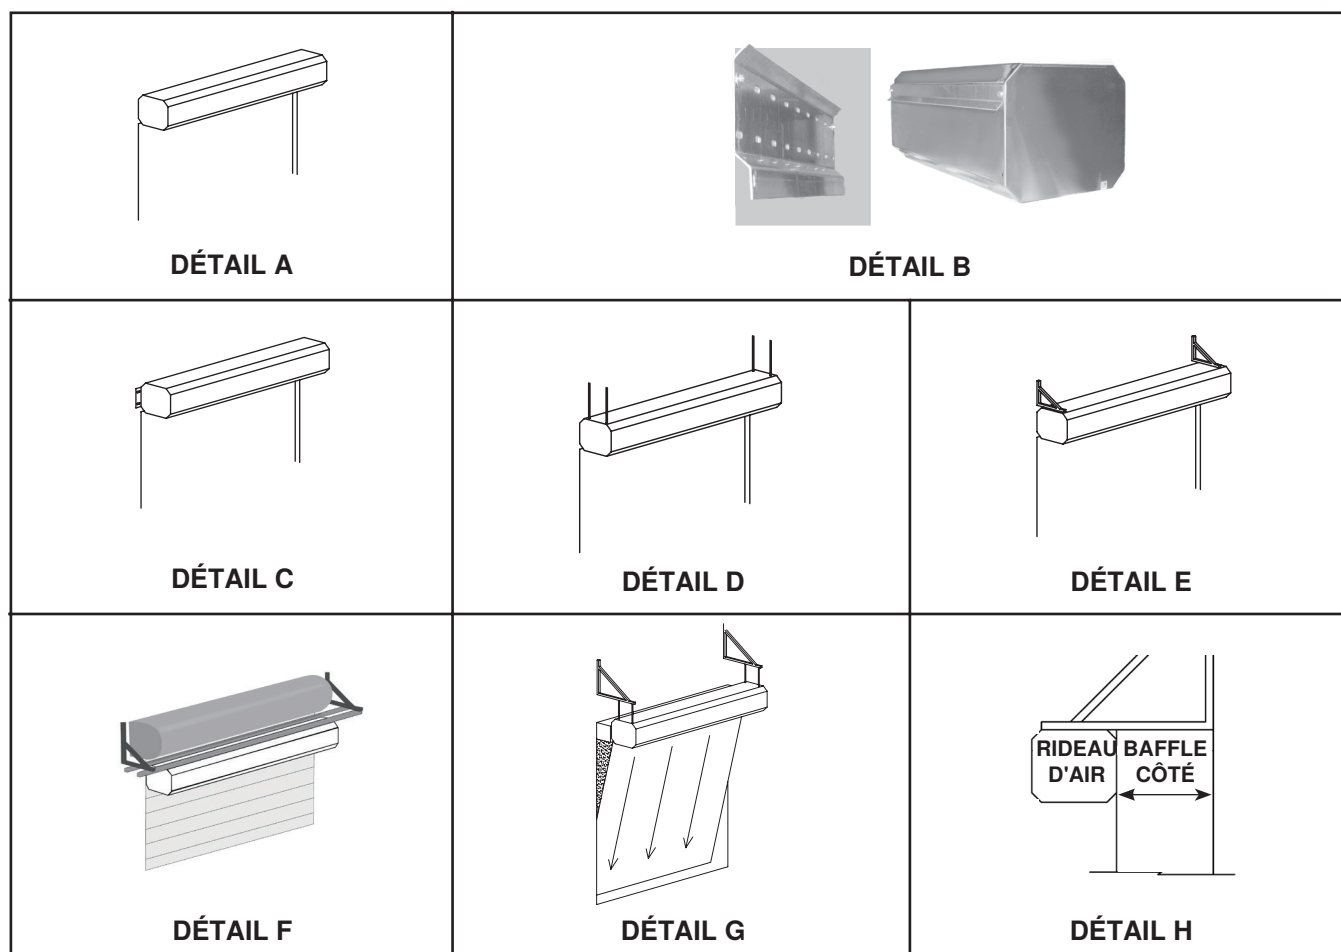

Figure 3. Configurations de montage de l'unité
Montez l'unité (voir **Figure 3**) comme suit :
- a. Pour monter l'unité au mur (voir **Figure 3**, DÉTAIL A) :
- (1) Installez quatre boulons ou tire-fonds de 3/8 de pouce à l'arrière de l'armoire pour fixer le rideau d'air au mur. Utilisez une longue rallonge à cliquet pour éviter d'avoir à retirer la plaque du moteur/soufflerie.
- (2) Installez quatre boulons ou tire-fonds dans des trous de 7/8 de pouce dans la plaque du moteur/soufflerie.
- b. Pour monter l'unité au mur à l'aide de la plaque de montage rapide en option (voir **Figure 3**, DÉTAIL B) :
- (1) Installez la plaque de montage rapide à l'arrière de l'armoire à l'aide de fixations de 3/8 de pouce fournies sur place.
- (2) Fixez la plaque de montage rapide au mur à l'aide des attaches de 3/8 de pouce fournies sur place.
- c. Pour monter l'unité au mur à l'aide des supports d'extension latéraux fournis sur place (voir **Figure 3**, DÉTAIL C) :
- (1) Installez les supports d'extension latéraux fournis sur place à l'arrière de l'armoire à l'aide des fixations fournies sur place.
- (2) Fixez les supports d'extension latéraux au mur à l'aide des attaches appropriées fournies sur place.
- d. To suspend unit à l'aide de tiges filetées fournies sur place (voir **Figure 3**, DÉTAIL D) :
- (1) Installez la tige filetée 3/8-16 dans l'insert fileté dans chaque coin du dessus de l'armoire. Assurez-vous que les tiges ne s'étendent pas de plus de 3/4 de pouce dans l'armoire.
- (2) Connectez les tiges filetées au support de plafond à l'aide des fixations appropriées fournies sur place.
- e. Pour monter l'unité au mur à l'aide des supports d'angle fournis sur site (voir **Figure 3**, DÉTAIL E) :
- (1) Installez les équerres fournies sur place sur le dessus de l'armoire à l'aide des fixations fournies sur place. Pour un dimensionnement approprié, prévoyez une distance entre le mur et l'arrière du rideau d'air (décalage maximum = 20 pouces).
- (2) Fixez les équerres au mur à l'aide des attaches appropriées fournies sur place.
- f. Pour monter l'unité au mur lors de l'installation d'une nouvelle porte à l'aide des supports d'angle fournis sur place (voir **Figure 3**, DÉTAIL F) :
- (1) Soulever le caisson de porte au-dessus de l'ouverture afin que le rideau d'air puisse être installé en dessous.
- (2) Installez les supports d'angle fournis sur site sur le dessus de l'armoire à l'aide des fixations fournies sur place. Si le rideau d'air n'est pas assez large pour dégager le rail de la porte, installez des entretoises de montage en option pour étendre les points de montage afin de dégager un dégagement au-delà de la cartouche.
- (3) Fixez les équerres au mur à l'aide des attaches appropriées fournies sur place.
- g. Pour monter l'unité au mur devant le caisson de porte ou tout autre obstacle à l'aide des supports d'angle fournis sur place (voir **Figure 3**, DÉTAIL G) :
- (1) Installez les équerres fournies sur place sur le dessus de l'armoire à l'aide des fixations fournies sur place. Si nécessaire pour un positionnement correct du rideau d'air, utilisez des tiges filetées 3/8-16 fournies sur place, comme illustré.
- (3) Installez des déflecteurs latéraux appropriés des deux côtés du rideau d'air pour sceller les espaces, comme indiqué dans la **Figure 3**, DÉTAIL H. Utilisez des barrières permanentes ou des bandes de PVC étendues jusqu'au sol pour une efficacité maximale.